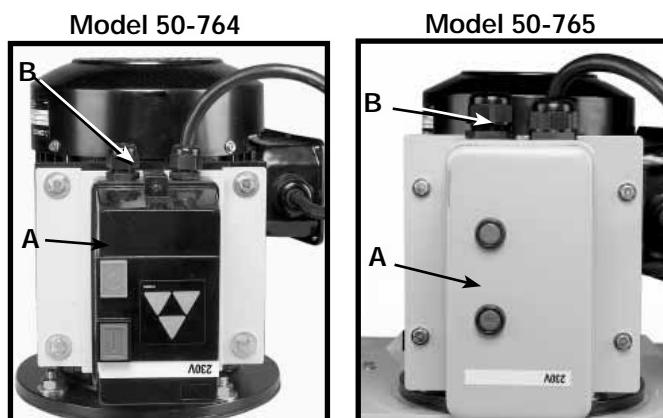

Fig. 14
1. Para conectar el recolector a un sistema eléctrico, retire la cubierta del controlador (A) Fig. 14.
2. Introduzca la línea de energía trifásica a través del orificio de acceso (B) Fig. 14, de la parte superior de la caja del controlador y conecte las tres líneas de energía a los terminales (C) Fig. 16, y el cable verde a tierra al tornillo de puesta a tierra (D).
2. Introduzca la línea de energía de una fase a través del orificio de acceso (B) Fig. 14, de la parte superior de la caja del controlador y conecte las dos líneas de energía a los terminales (C) Fig. 16, y el cable verde a tierra al tornillo de puesta a tierra (F).